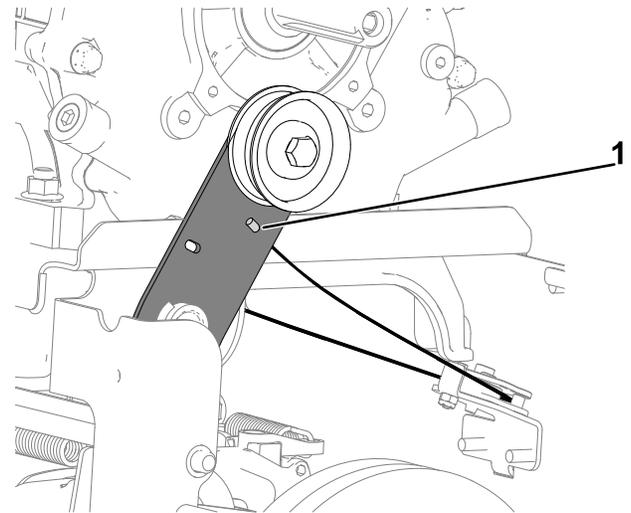

Figura 18
4. Montate la piegatura a Z del cavo di trazione sul braccio della frizione di trazione (Figura 18).